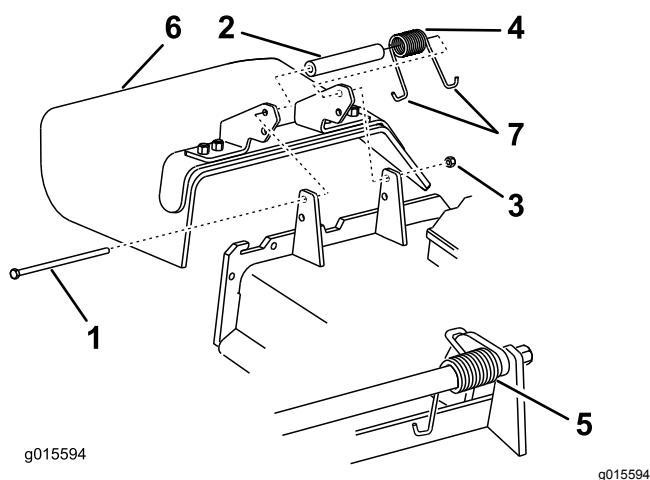

Figura 105
1. Retire la contratuerca, el perno, el muelle y el espaciador que sujetan el deflector a los soportes de pivote (Figura 105).
2. Retire el deflector de hierba dañado o desgastado (Figura 105).
la carcasa antes de instalar el perno, según se muestra en Figura 105.
6. Coloque 1 extremo en J del muelle alrededor del deflector de hierba (Figura 105).